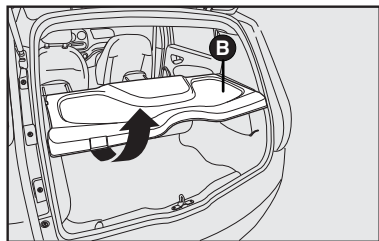

fig. 97
2) Levantar a tampa **B-fig. 97** e puxá-la para cima.